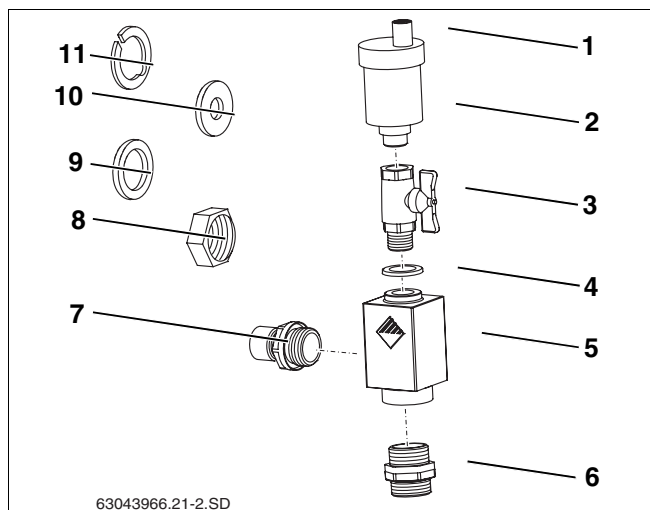

Fig. 59 Juego universal de purgador
El equipo solar se purga a través del tornillo de cierre. Para que no pueda penetrar humedad en el equipo solar a través del tornillo de cierre, la tapa de protección de intemperie (fig. 59, **pos. 1**) debe estar siempre posicionada durante el funcionamiento sobre este tornillo.
Volumen de suministro del juego universal de purgador (fig. 59):